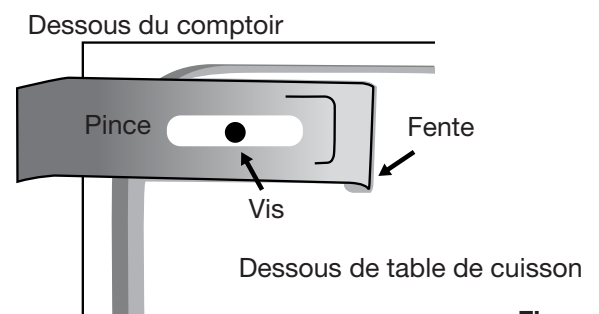

Figure 7
- 3 Attachez la table de cuisson par en-dessous avec les pinces et les vis fournis (voir figure 7).